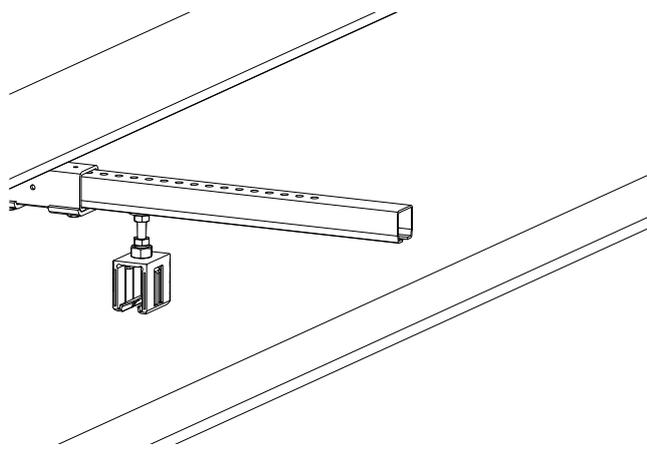

Fig. 52 : La première griffe de suspension est poussé dans le bras support et y est serré.
- Serrer le premier support de rail au couple prescrit (SW 17, clé dynamométrique : **14 Nm**) (voir Fig. 52).